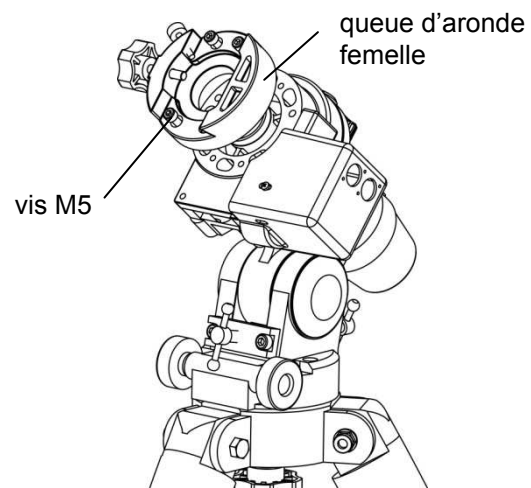

fig. 10
- 1.7.2. Vissez la queue d'aronde femelle dans la monture à l'aide des 4 vis M5 fournies. Placez bien la queue d'aronde dans le sens indiqué sur la fig. 10.